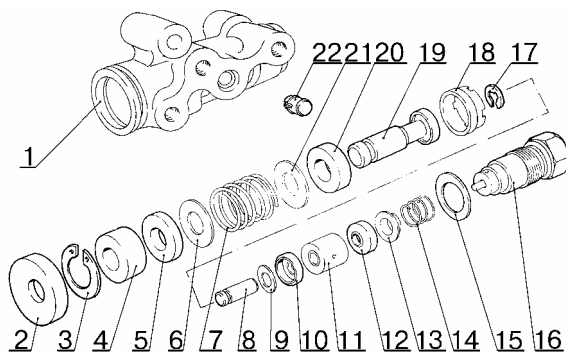

Рис.34.
15.4 Разобрать регулятор давления тормозов 2108, рис. 34.